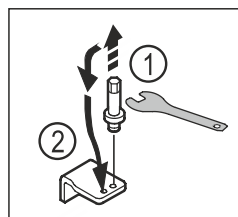

Fig. 14
- ▶ Dévisser l'axe du support de palier inférieur avec une clé mâle coudée pour vis à six pans creux de 5. Fig. 14 (1)
- ▶ Placer l'axe du côté opposé. *Fig. 14 (2)*